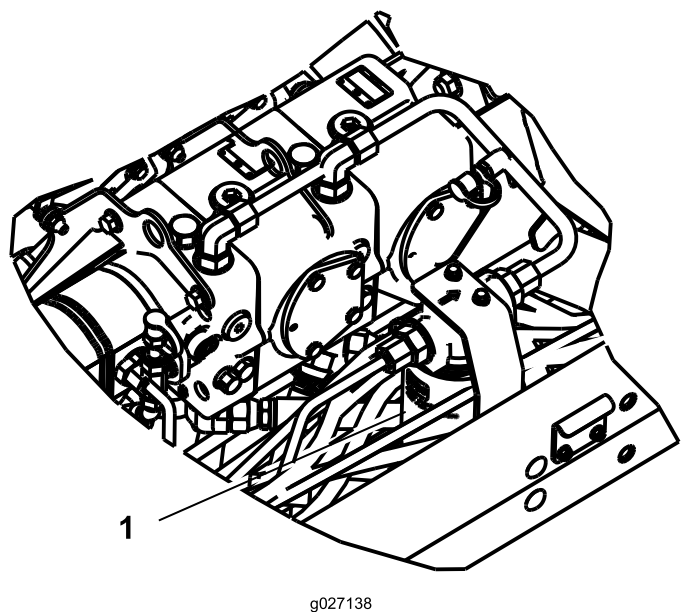

図 74
2. フィルタ取り付け部付近をきれいに拭い、下に容器を置く 図 74。